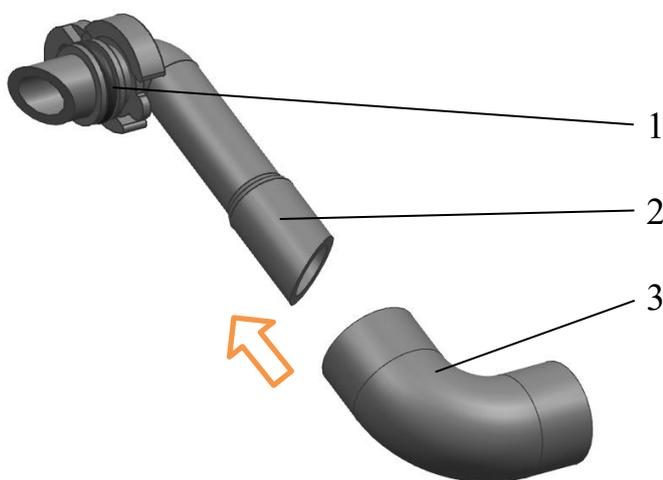

Рис.177. Подборка трубки вентиляции с угловым шлангом:
**27.** Установить на конец трубки вентиляции 2 (рис.177) угловой шланг вентиляции 3. Смазать резиновое кольцо 1 трубки вентиляции чистым моторным маслом.